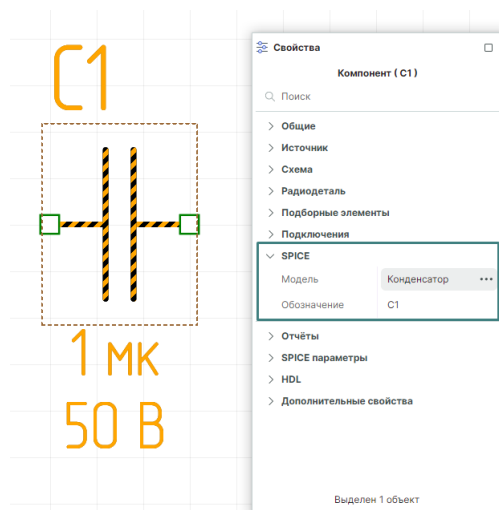

Рис. 23 Назначенная SPICE-модель у компонента
6. В поле «Свойства» → «SPICE» → «Модель» отображается информация по SPICE-модели для текущего компонента, см. Рис. 23.